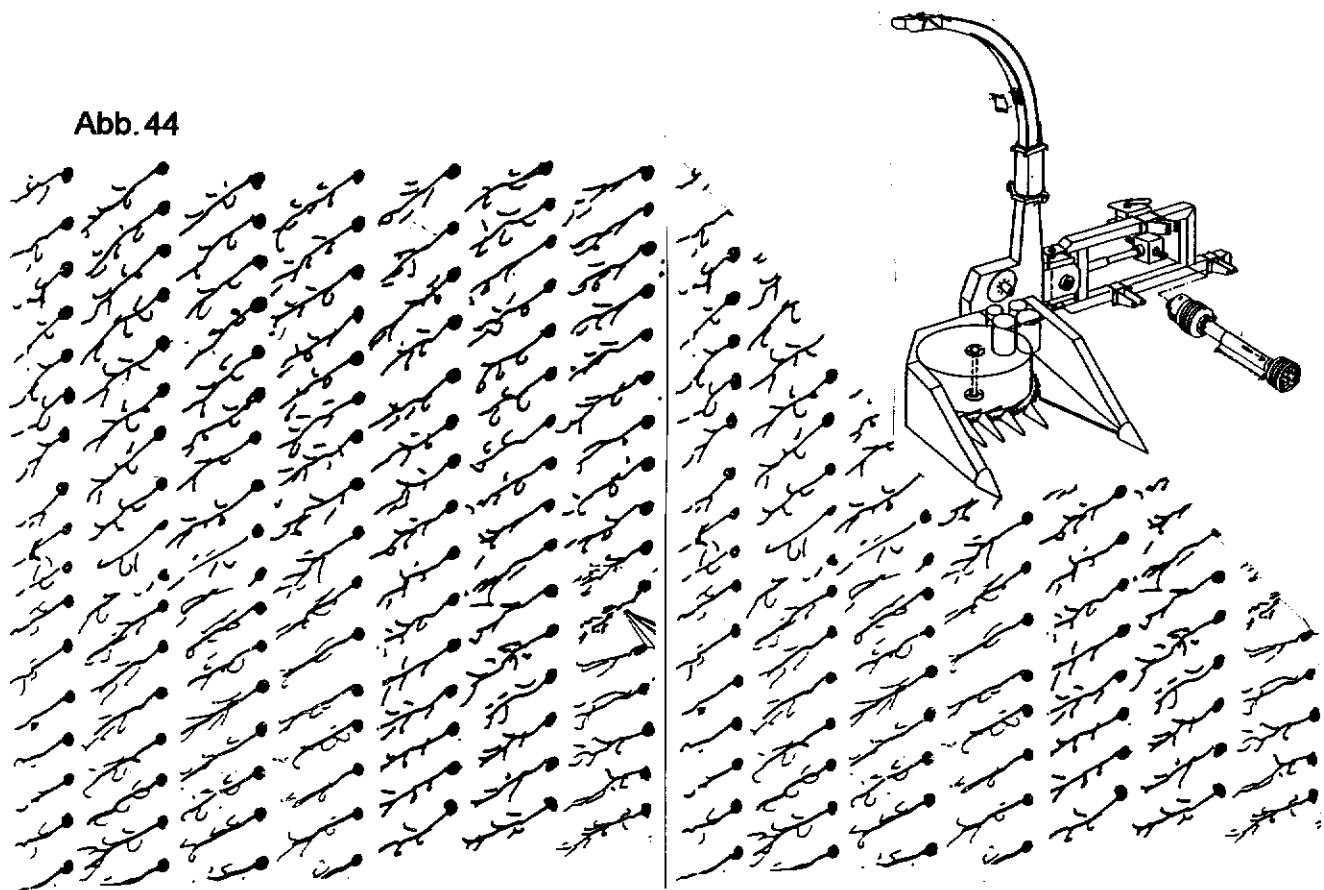

Abb. 44
- In den meisten Fällen ist es am Besten, den Bestand quer zur Lagerrichtung anzufahren. Siehe Abb. 44